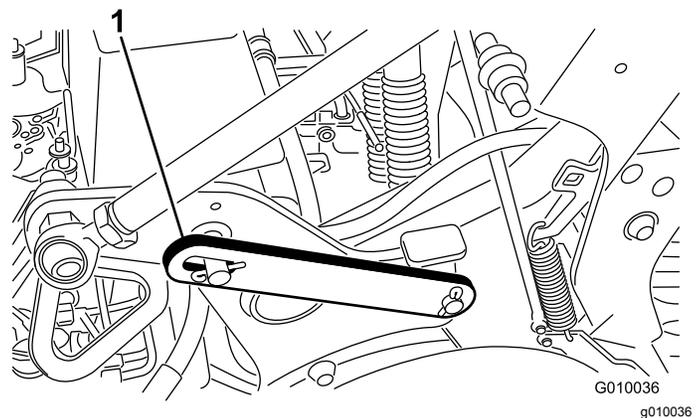

Bild 21
3. Entfernen Sie den Clipping, mit dem der Wartungsriegel in der Einlagerungsstellung befestigt ist (Bild 21).